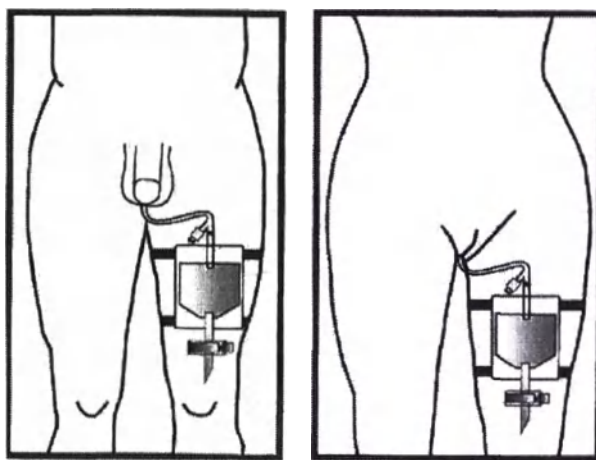

Рисунок 6 – Фиксация мочеприемника носимого
- е) Снимите защитный колпачок с коннектора на трубке и соедините мочевой катетер или уропрезерватив с коннектором трубки (см. Рисунок 6).